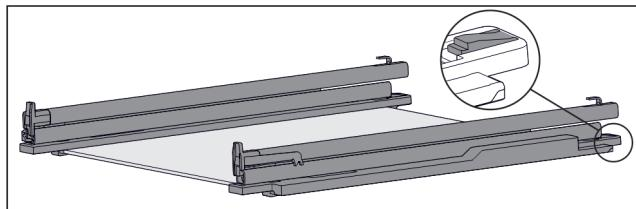

Fig. 125 Стъклена плоча с релси и задържащи части
- ▶ Натиснете надолу задържащата част отзад (вж. Fig. 125) и едновременно с това избутайте релсата назад.